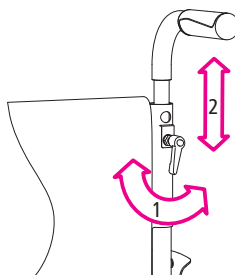

Abb.23
5. Lösen Sie die Klemmhebelschraube um ein bis zwei Umdrehungen (1, Abb. 23).
6. Bringen Sie nun den Schiebegriff in die gewünschte Höhe (2, Abb. 23).
7. Ziehen Sie anschließend die Klemmhebelschraube wieder fest an (1, Abb. 23).